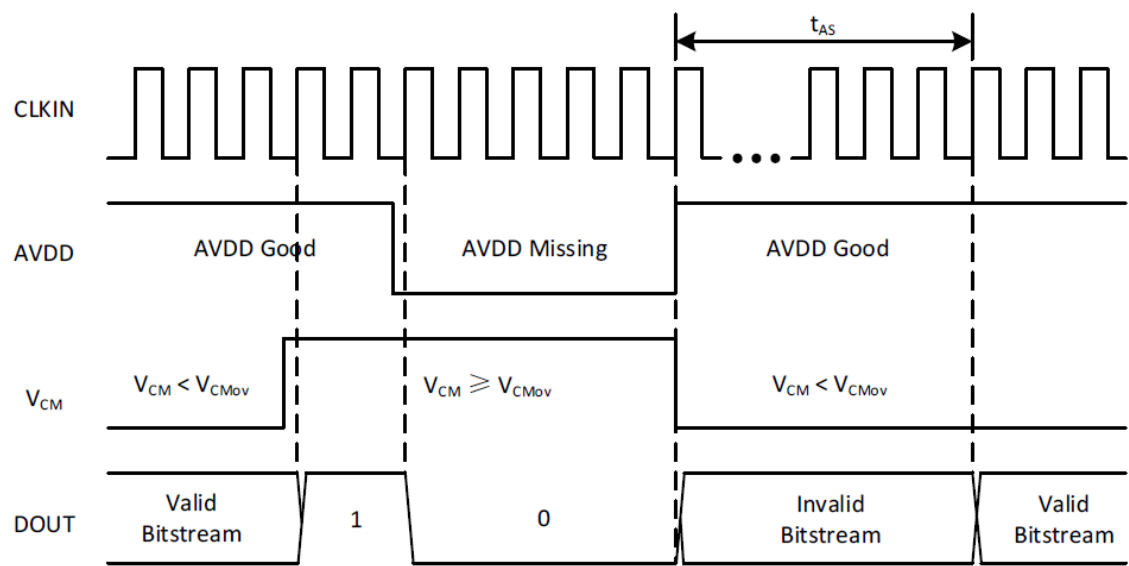

图 3-5.故障保护输出
- 当检测到AVDD欠压时 ($AVDD < AVDD_{UV}$)，DOUT引脚输出一个全部逻辑零的比特流，如图3-5所示。
- 当检测到共模输入电压过电压时($V_{CM} > V_{CMov}$)，DOUT引脚输出所有逻辑1的比特流，如图3-5所示